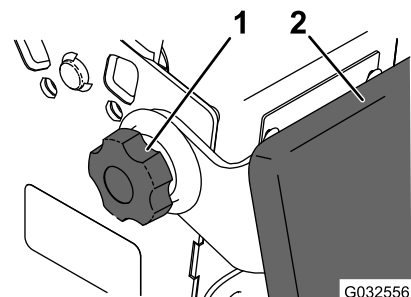

Bild 32
2. Lösen Sie die Knebelschalter an jeder Seite der Maschine (Bild 32).